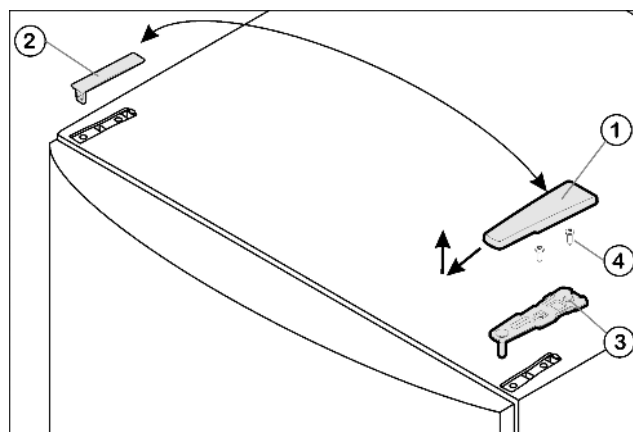

Fig. 4
- ▶ Потяните крышку Fig. 4 (1) вперед и вверх.
- ▶ Снимите крышку Fig. 4 (2).
- ▶ Открутите верхний опорный кронштейн *Fig. 4 (3)*(2 шт. Torx® 25) *Fig. 4 (4)* и вытяните вверх.
- ▶ Установите верхний опорный кронштейн *Fig. 4 (3)* на новой стороне шарнира и защелкните в дверце.
- ▶ Привинтите верхний опорный кронштейн (**с моментом 4 Нм**) (2 шт. Torx® 25) Fig. 4 (4). При необходимости проделайте отверстия или используйте аккумуляторную отвертку.
- ▶ Наденьте и защёлкните крышку Fig. 4 (1) и крышку Fig. 4 (2) на противоположной стороне снаружи.